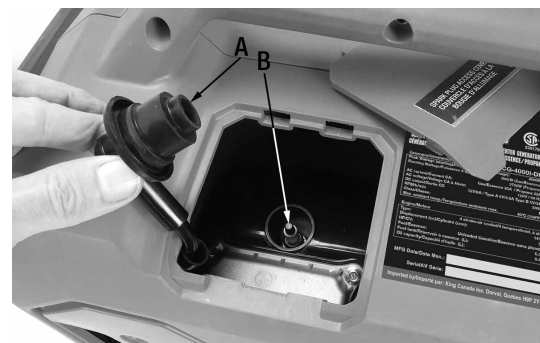

Figure 13
- 2) Tirez et retirez le fil et capuchon de la bougie (A) Fig.13, ceci vous donnera accès à la bougie. En utilisant la clé de déblocage de la bougie fournie, dévissez et retirez la bougie (B) en la tournant dans le sens anti-horaire.